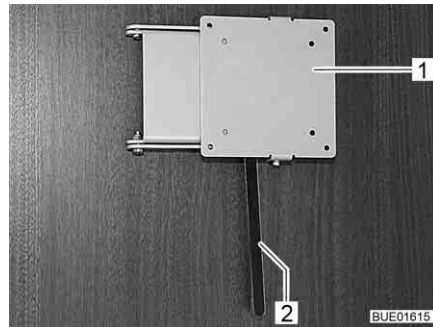

Fig. 66 Supporto con leva di sbloccaggio
- Spingere di lato la leva di sbloccaggio (Fig. 66,2) e ruotare il supporto (Fig. 66,1) con lo schermo piatto nella posizione desiderata.
- Riportare indietro lo schermo piatto finché il supporto (Fig. 66,1) non si innesta nel bloccaggio.